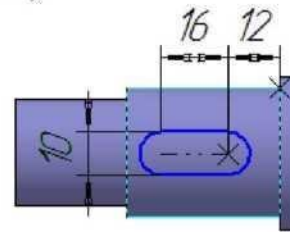

Рис. 8
22. Эскиз представляет собой параметрический контур с размерами. Для завершения эскиза нужно изменить размеры (выполните **двойной** щелчок мышью на **размерной надписи** размера, введите нужное число) и правильно разместить контур. Постройте дополнительный линейный размер и присвойте ему значение 12 мм — контур займет правильное положение в эскизе (рис. 8).